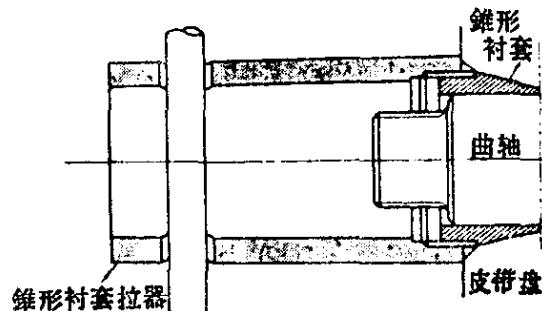

图 1-1
(1) 松开曲轴皮带轮固定螺帽，取下皮带轮。
(2) 以撬棒抵住飞轮齿圈以免曲轴转动，用起动爪扳手拆下起动爪。
(3) 拆下皮带轮毂。
(4) 用螺旋式锥形衬套拉器 (8521-0123) 拆出曲轴前端的螺旋式锥形衬套 (图 1-1)。